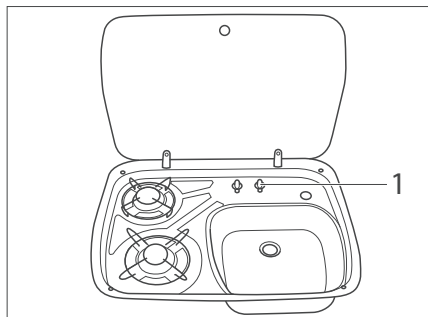

Bild 45 Bedienelemente für Gaskocher (Abb. ähnlich)
- Drehregler (Bild 45,1) der gewünschten Brennstelle auf Zündposition (große Flamme) drehen.
- Drehregler (Bild 45,1) auf 0-Stellung drehen. Die Flamme erlischt.